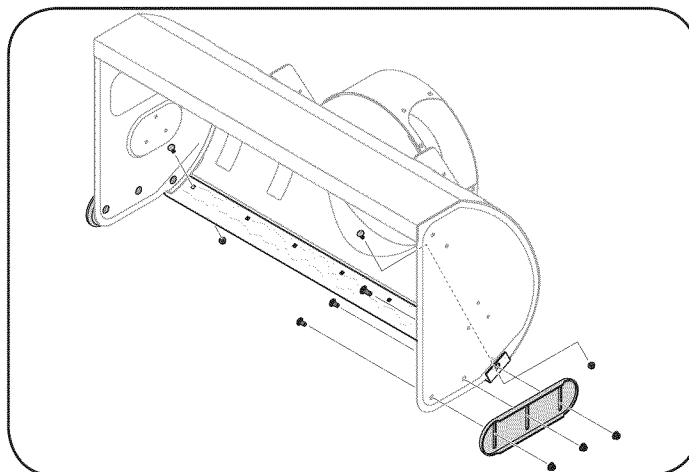

Figura 23
- Retire los seis pernos y tuercas hexagonales que sujetan los dos zapatos antideslizantes a los lados de la barrena vivienda. Consulte la Figura 23.